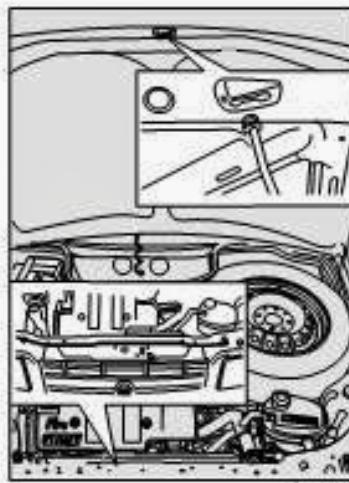

fig. 68
- 3) levantar o capô segurando-o pela parte central e, simultaneamente, soltar a vareta de suporte fig. 68 do seu dispositivo de bloqueio;
- 4) introduzir a extremidade da vareta na abertura do capô do motor fig.68.
- 1) manter levantado o capô com uma mão e, com a outra, tirar a vareta fig. 68 da abertura e repô-la no seu dispositivo de bloqueio;